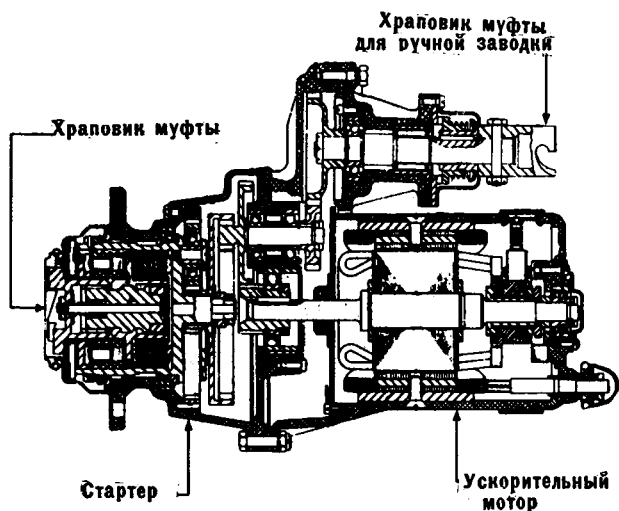

Рис. 21. Электростартер непосредственного действия.
22. Прямые электростартеры (рис. 21).